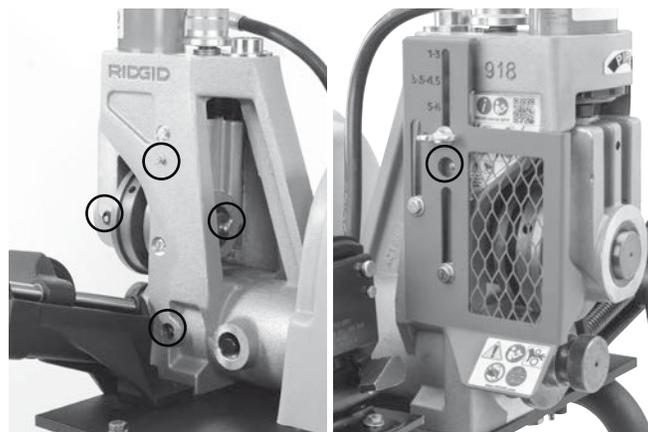

Figura 19 - Encaixes lubrificados
- Lubrifique a ranhuradora pelos niples de massa lubrificante (ver figura 19). Adicione massa lubrificante até que saia uma pequena quantidade.